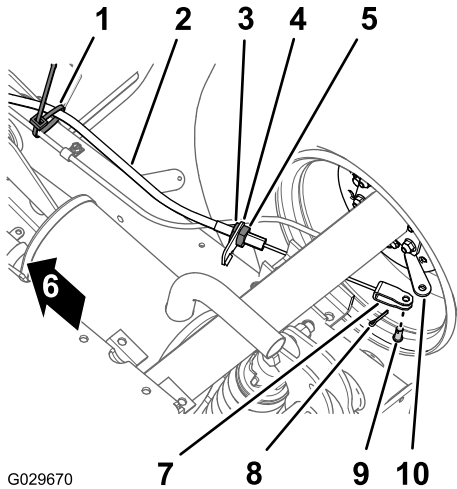

Рисунок 43
1. В нижней части автомобиля снимите кабельную стяжку, которая крепит трос стояночного тормоза к трубке рабочего тормоза (Рисунок 43).
2. Нанесите отметку углового положения в виде черты на передней контргайке троса стояночного тормоза (Рисунок 43).
3. Ослабьте заднюю контргайку и снимите трос с кронштейна троса тормоза (Рисунок 43).
4. Снимите шплинт и шплинтуемый штифт, который крепит вилку троса стояночного тормоза к рычагу привода тормоза, и отделите трос от рычага (Рисунок 43).
1. Проложите резьбовой регулятор троса стояночного тормоза к кронштейну троса, а вилку к рычагу привода тормоза (Рисунок 43).
3. Совместите резьбовой регулятор троса стояночного тормоза с кронштейном троса и затяните заднюю контргайку (Рисунок 43).